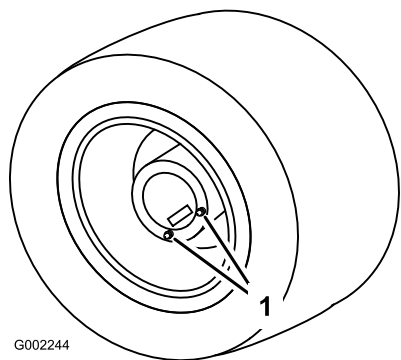

Figura 80
1. Coloque el fumigador sobre una superficie nivelada con las ruedas traseras posicionadas para el drenaje (Figura 80).
3. Coloque un recipiente de vaciado debajo de los tapones de vaciado y retire éstos de la rueda (Figura 80).